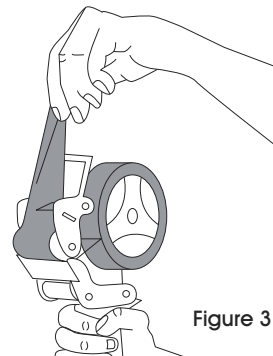
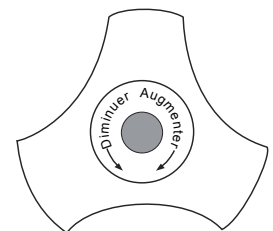

Figure 3
Figure 4
3. Pull tape over roller allowing tape to unroll freely. (See Figure 3) To adjust tension, see Figure 4.
3. Tirez sur le ruban pour le placer sur le rouleau en laissant le ruban se dérouler librement. (Voir Figure 3) Pour régler la tension, voir Figure 4.